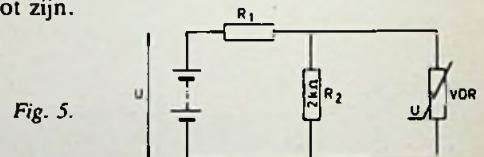

Fig. 5.
① In fig. 5 is een spanningsafhankelijke weerstand (VDR) opgenomen, waarvan in fig. 6 de spanning-stroomkarakteristiek is gegeven.